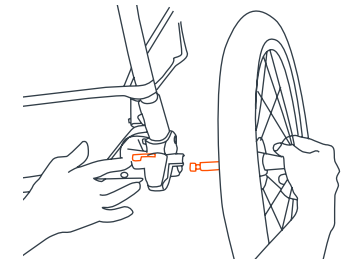

Abb. 8
- 8) • Lehnen Sie den Kinderwagen nach vorne, sodass er auf dem Vorderrad steht. Um die Hinterräder zu befestigen, schieben Sie die Achsen jedes Rads in die Kunststoff-Eckbeschläge, wie in (Abb. 8) gezeigt. Drücken Sie den Metallhebel an der Innenseite des Eckbeschlags, während Sie die Achse in den Eckbeschlag schieben. Wenn sich das Rad nicht weiter bewegen lässt, lassen Sie den Hebel los. Überprüfen Sie, ob das Rad im Eckbeschlag eingerastet ist, indem Sie am Rad ziehen. Wenn es nicht verriegelt ist, heben Sie den Hebel nach oben, schieben Sie das Rad weiter hinein und lassen Sie den Hebel los.